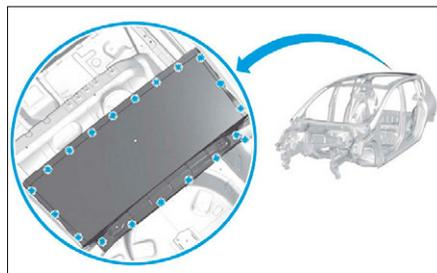

FIG. 129
- Dépointer comme illustré (Fig.129).